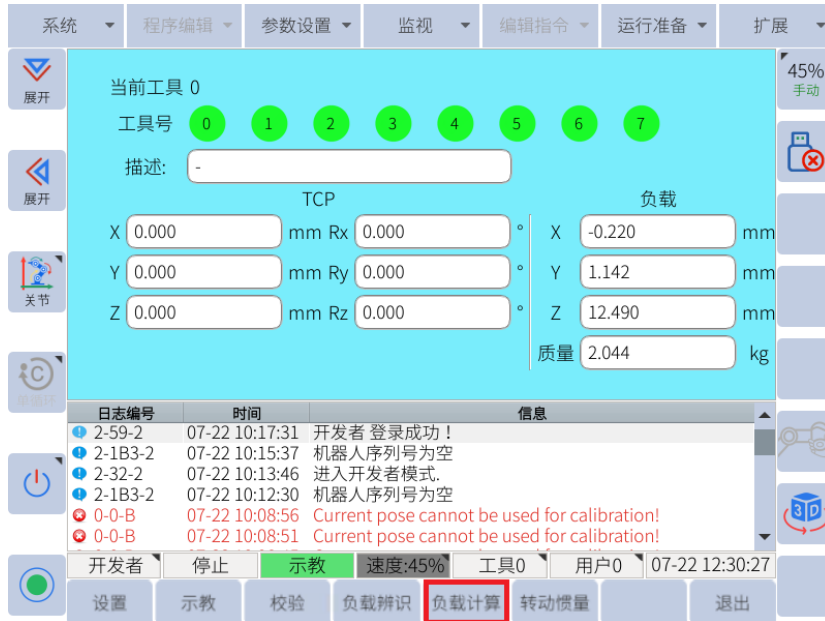

图 6-35: 底部菜单栏中的“负载计算”
2. 选择任意一个工具号，点击底部菜单栏中的**负载计算**，进入负载计算界面，如图6-35所示：